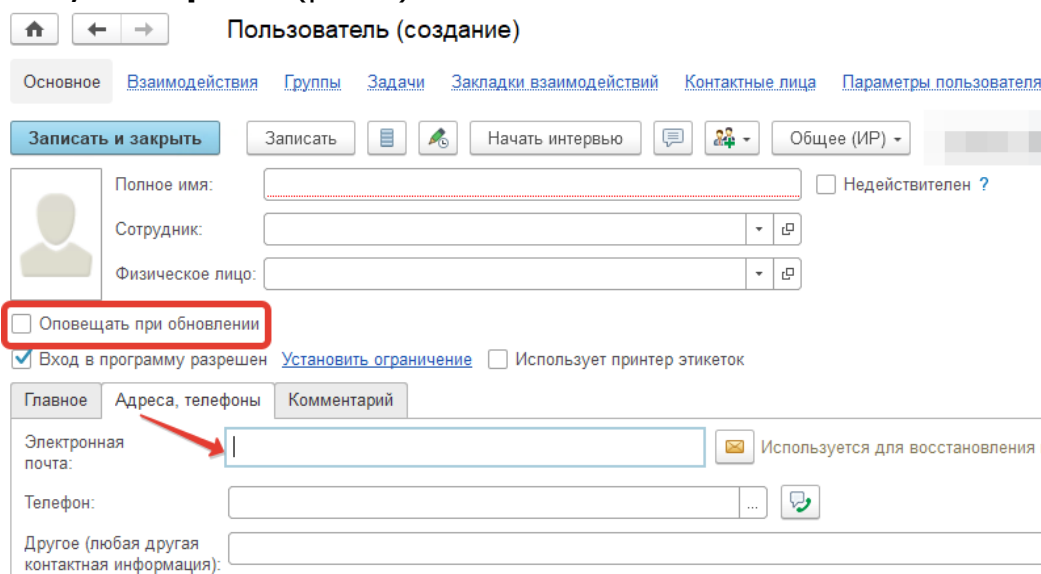

Рисунок 9
8. У пользователя, ответственного за администрирование системы, можно установить флаг **Оповещать при обновлении**, пользователю будет приходить оповещение на электронную почту указанную во вкладке **Адреса, телефоны** (рис.9):